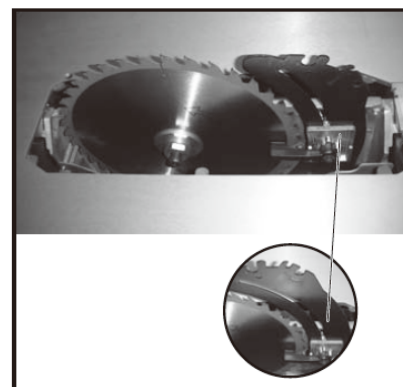

Рис.16
- Возьмитесь за расклинивающий нож и сдвиньте его вправо, чтобы снять его со штифта. Затем потяните его вниз, чтобы он оказался в среднем положении. (См. Рис. 16).